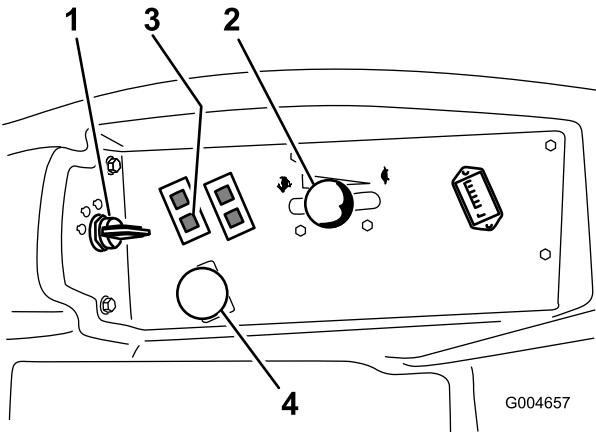

Bild 17
4. Schieben Sie den Zapfwellenantriebsschalter auf „Aus“ (Bild 17).
5. Bewegen Sie den Gasbedienungshebel in die Mittelstellung zwischen Langsam und Schnell (Bild 17).